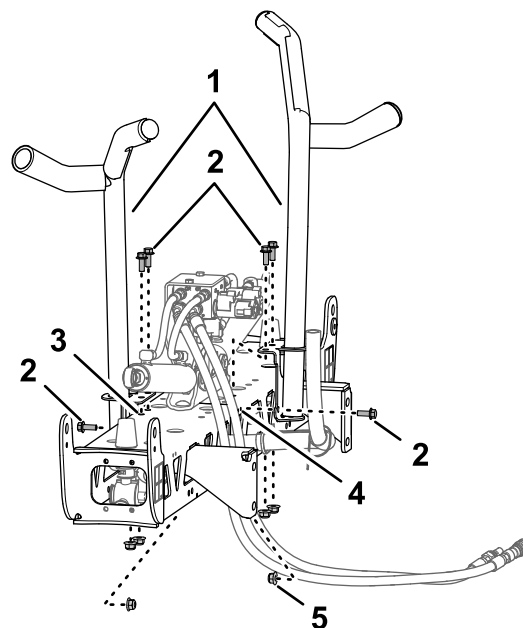
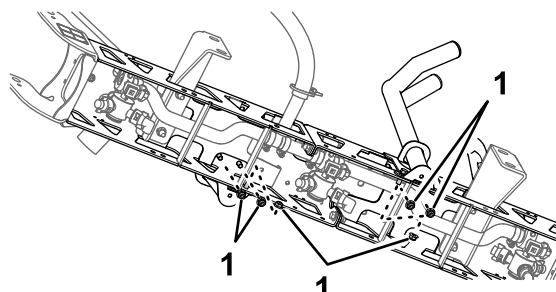

Figura 37
Figura 38
- Asamblei suporturile pe seciunea braului (Figura 37 i Figura 38) cu 6 uruburi ( $\frac{3}{8} \times 1$ ") i 6 contrapiulie cu flană ( $\frac{3}{8}$ ").
- Alinai suporturile de transport ale braului la seciunea centrală a braului (Figura 37).